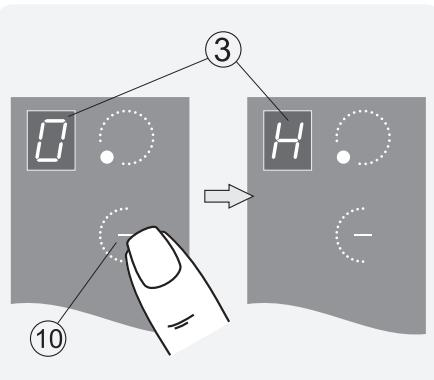

Рис.8
После выключения конфорки в окне индикации ③ (рис. 8) высвечивается буква «H» (от англ. hot – «горячий»).